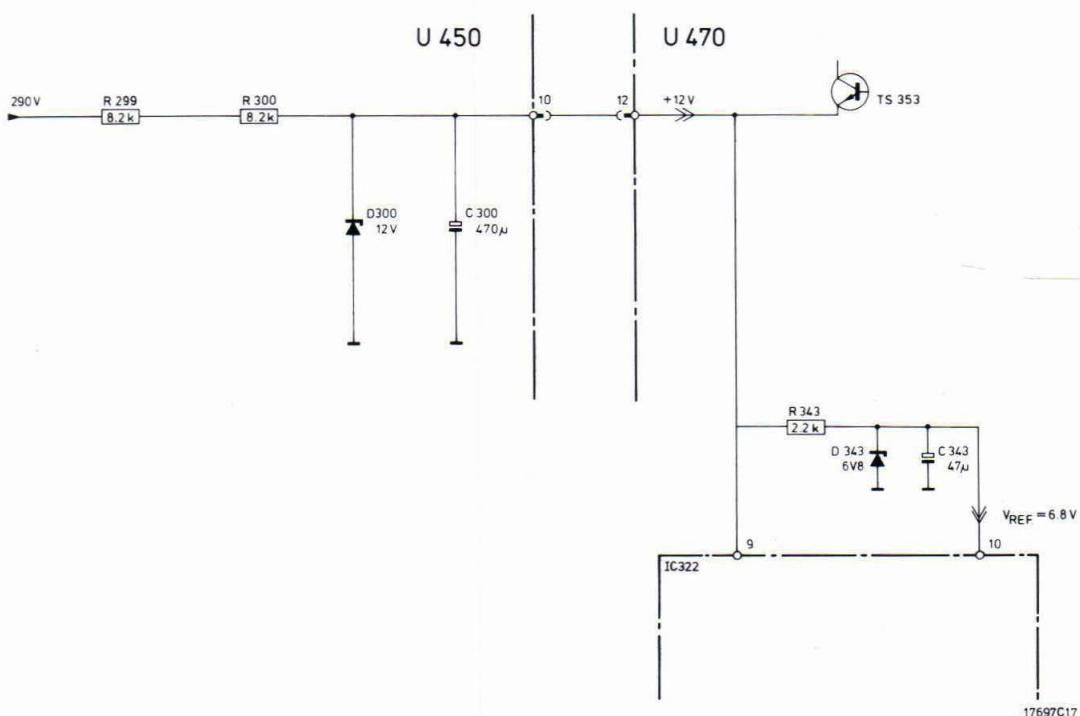

Fig. I-6
c. Het stuurgeudeelte in IC322 op U470 (Fig. I-6)